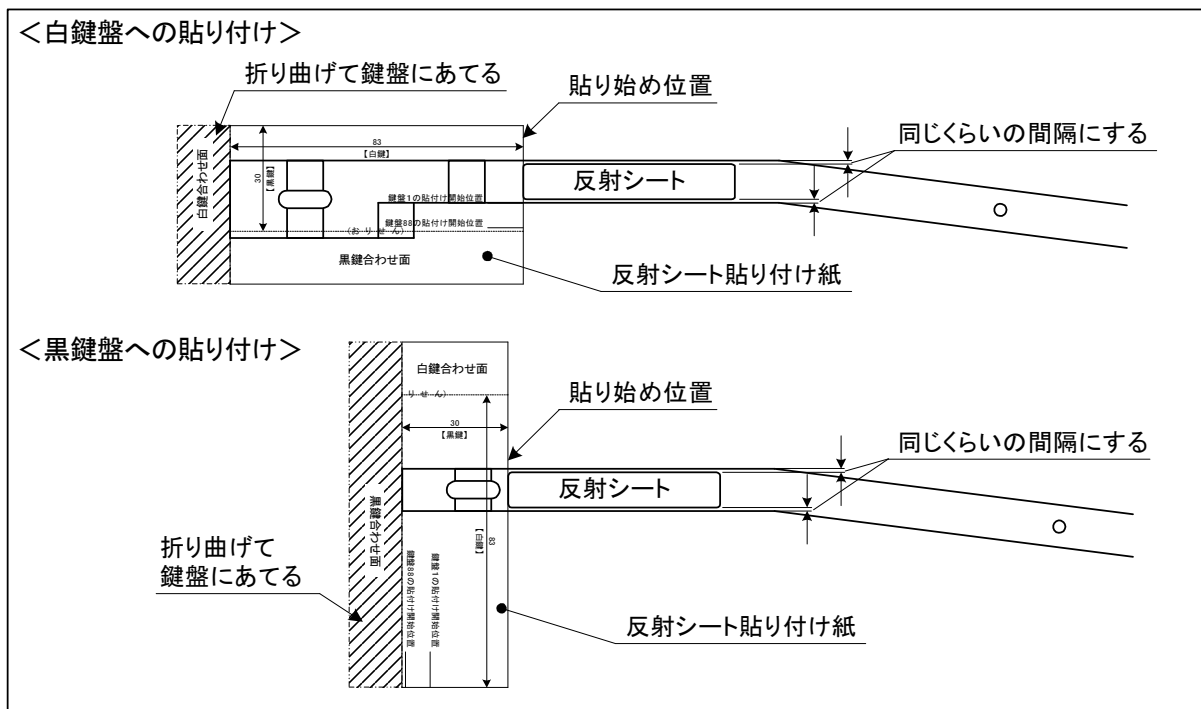

図2.4-6 反射シートの貼り付け
- (8) 白鍵盤と黒鍵盤から1本ずつを選び、反射シート貼り付け紙を用いて、反射シートを貼り付ける。反射シート貼り付け紙の白鍵盤は【白鍵合わせ面】、黒鍵盤は【黒鍵合わせ面】をそれぞれに折り曲げ、鍵盤の先端部に当てて、各鍵盤用の間隔を取り貼り付ける。(図2.4-6を参照)尚、鍵盤No.1とNo.88は反射シートを貼る場所の幅が広がっているので、図2.4-7の様に、反射シート貼り付け紙の【白鍵合わせ面】と【黒鍵合わせ面】の両面を折り曲げ、鍵盤の先端部と側面部の両面に当てて、鍵盤先端からと側面の両方向から間隔を取って貼り付ける。
- (9) 反射シートを貼り付けた鍵盤をピアノに取り付け、キーボードユニットのセンサーと反射シートの位置関係を確認する。反射シートの下にセンサーがある場合は、図2.4-6と図2.4-7の要領で全ての鍵盤に反射シートを貼り付ける。もし、センサーが外れている場合は、センサーに合わせて反射シートの位置を変えて貼り直し、残り全ての鍵盤も同じ位置に貼り付ける。